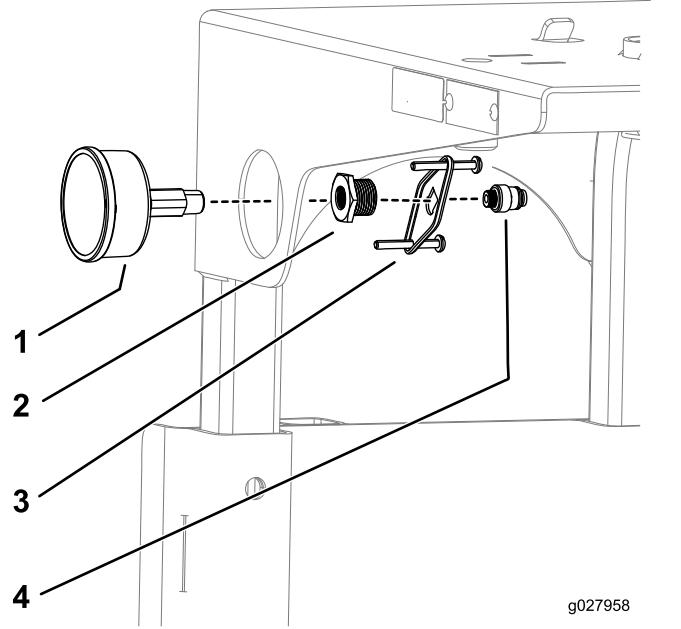

Рисунок 15
7. Наложите тефлоновую ленту на резьбу манометра и установите манометр в сборе, как показано на Рисунок 15.